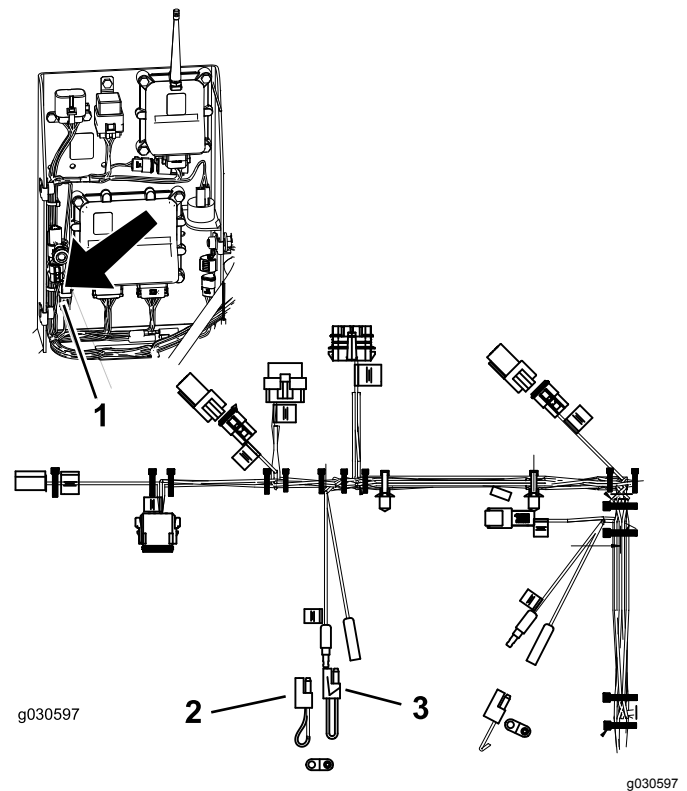

Figura 32
2. Desconecte los dos cables del conector indicado en Figura 32.